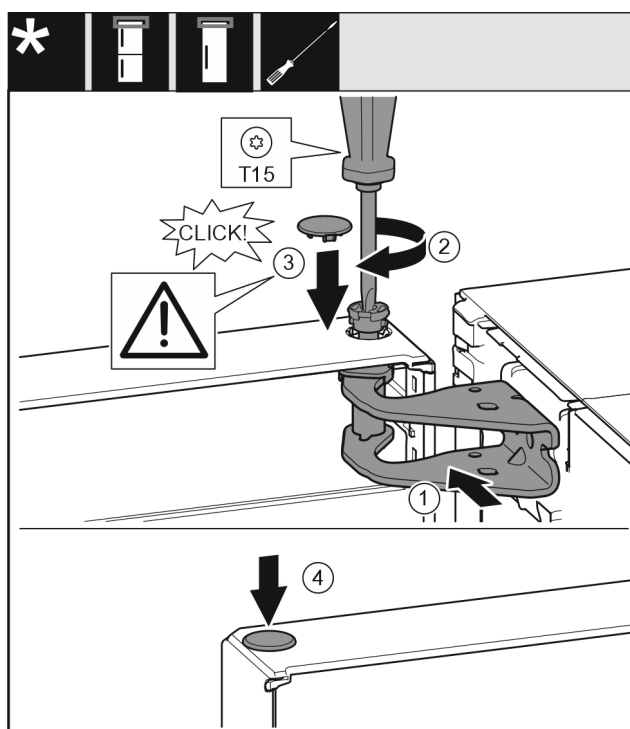

Fig. 26
- ▶ Igazítsa be az ajtót fent a csapágybak Fig. 26 (1) nyílásához.
- ▶ Helyezze be a csapszeget Fig. 26 (2), és húzza meg csavarhúzóval.
- ▶ Helyezze be a fedelet Fig. 26 (3).
- ▶ Ellenőrizze, hogy a fedél Fig. 26 (3) felfekszik-e az ajtóra.
- ▶ Helyezze be a fedelet Fig. 26 (4).